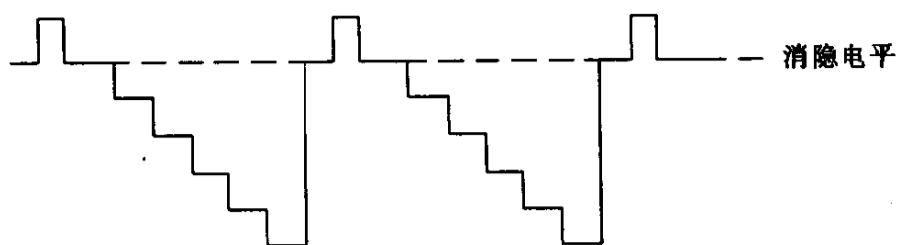

图 1-11 阶梯波信号电压
4. 如果显像管阴极如图 1-11 所示的阶梯波信号电压,荧光屏将显示什么图像?